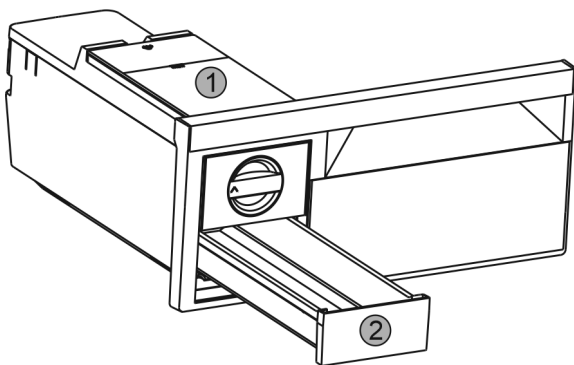

Fig. 55
- ▶ Enlever le réservoir d'eau Fig. 55 (1) et le tiroir à glaçons Fig. 55 (2).